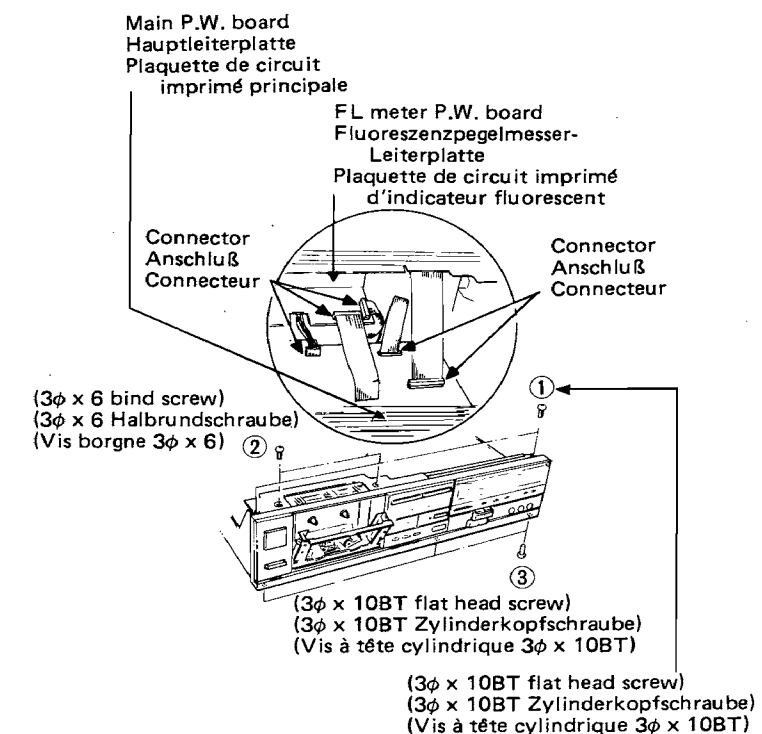

Fig. 2 Abb. 2
### 2. Front panel (Fig. 2)
## 2. Fronttafel (Abb. 2)
2. Panneau avant (Fig. 2)